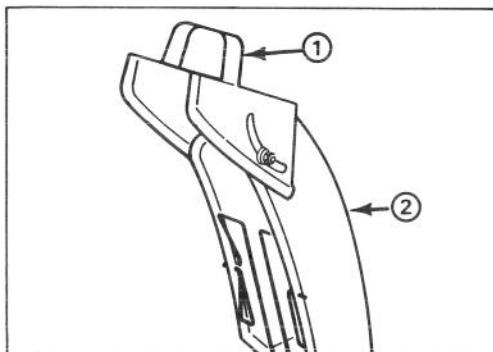

Figure 11
**Maniglia del deflettore** (Fig.11)—La maniglia del deflettore sopra allo scivolo di scarico serve a controllare l'altezza del getto di neve.